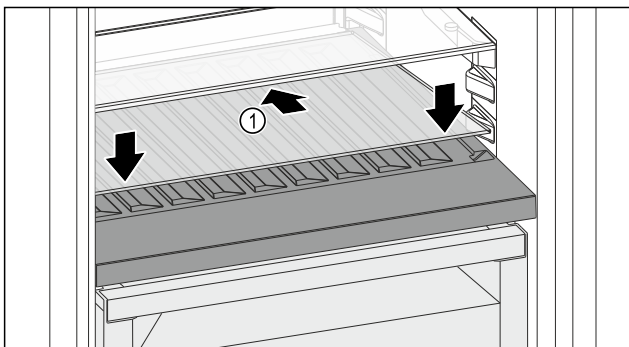

Fig. 115
- ▶ Поставете стъклената плоча Fig. 115 (1) косо и наклонена назад надолу.
- ▶ Спуснете стъклената плоча Fig. 115 (1) отпред.